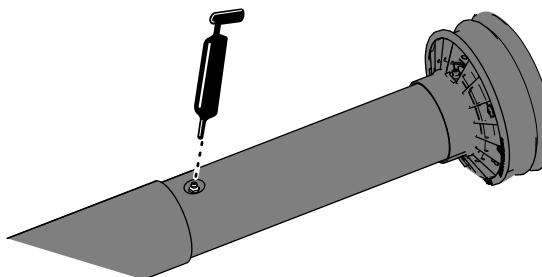

Bild 10
3. Ziehen Sie die Zapfwelle auseinander, um an den Schmiernippel in der Mitte des inneren Schutzbretts der Antriebswelle zu gelangen (Bild 10).
4. Schmieren Sie die vier Schmiernippel der ausziehbaren Antriebswellengelenke, wie in Bild 10 dargestellt.